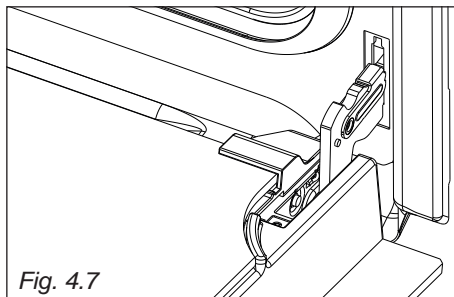

Fig. 4.7
- Aprire completamente la porta del forno (fig. 4.7).